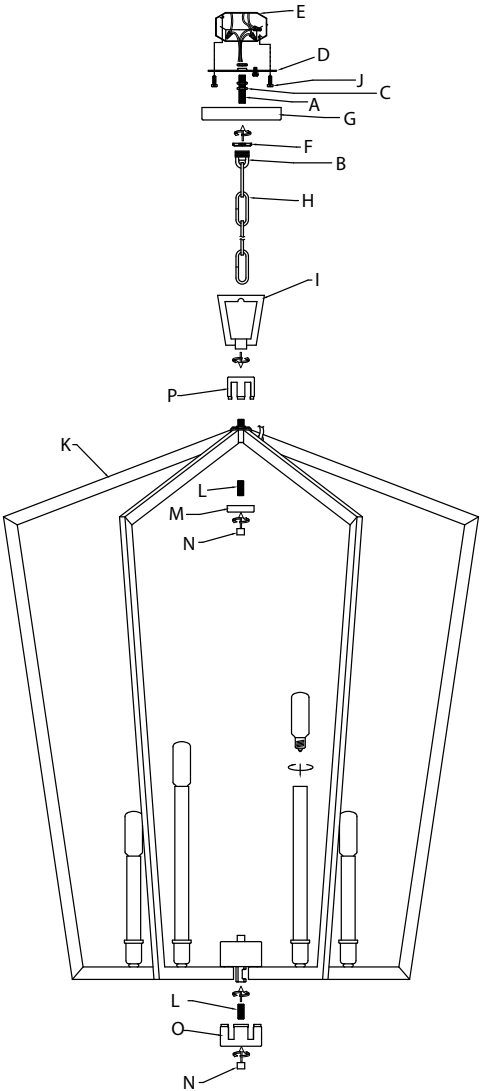

Fig. 1
- 10) Gire los brazos a las posiciones correctas. (Fig.1)